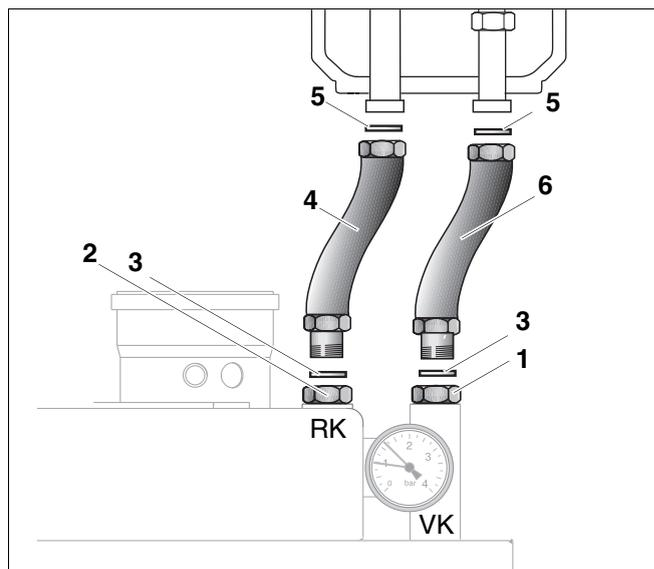

Bild 31 Anschluss-Set für Heizkreis-Set HS/HSM/HKV montieren
- Dichtung (Bild 31, **Pos. 3**) in Vor- (Bild 31, **Pos. 1**) und Rücklaufrohr (Bild 31, **Pos. 2**) einlegen.
- Gebogenes Vor- (Bild 31, **Pos. 6**) und Rücklaufrohr (Bild 31, **Pos. 4**) am Vor- (Bild 31, **Pos. 1**) und Rücklaufrohr (Bild 31, **Pos. 2**) anschrauben.
- Dichtung (Bild 31, **Pos. 5**) in gebogenes Vor- und Rücklaufrohr einlegen und an HS, HSM oder HKV anschrauben.